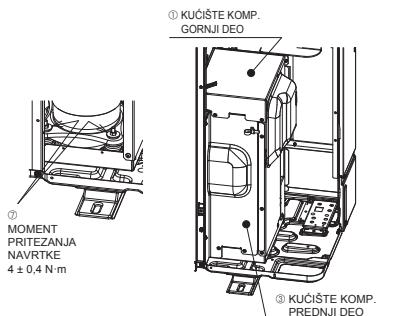

Fig. 4-2
- Nakon uklanjanja pričvrsnih delova kompresora, proverite da li ste pritegnuli navrte i vratile GORNJI DEO KUCIŠTA KOMP. I PREDNJI DEO KUCIŠTA KOMP. u prvobitno stanje. (Fig. 4-2)